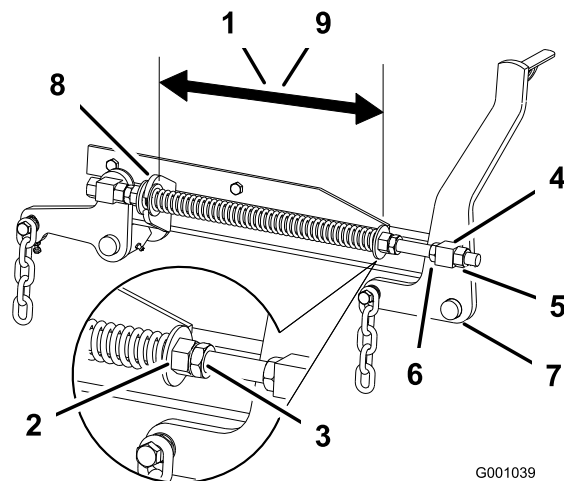

Figura 83
2. Compruebe la distancia entre las dos arandelas grandes, que debe ser de 28,2 cm para plataformas de cortacésped de 132 cm, o 26,7 cm para plataformas de cortacésped de 152 cm (Figura 83).
muelle (Figura 83). Gire la tuerca en el sentido de las agujas del reloj para acortar el muelle y en el sentido contrario a las agujas del reloj para alargar el muelle.
4. Fije la tuerca en la posición deseada apretando la contratuercas elástica (Figura 83).